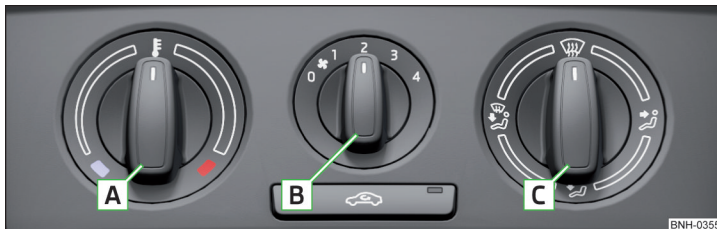
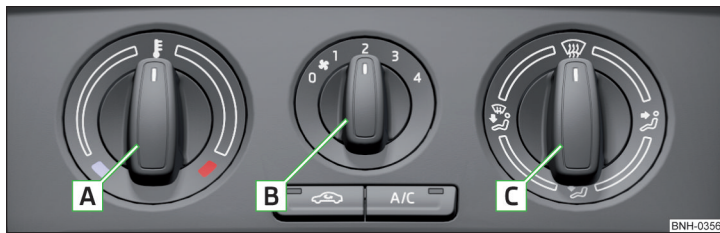

Fig. 98 Elemente de operare a încălzirii
Fig. 99 Elementele de comandă ale sistemului de aer condiționat manual
Funcțiile elementelor de comandă » fig. 98 și » fig. 99
- Lampa de control de pe tasta **A/C** » fig. 99 luminează după cuplare, chiar dacă nu sunt îndeplinite toate condițiile pentru funcționarea instalației de răcire. Prin aprinderea lămpii de control de pe tastă se semnalează disponibilitatea de funcționare a instalației de răcire.